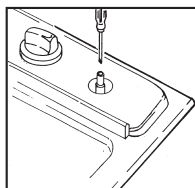

Fig. 4
4. Introduzca en el centro del vástago de la válvula la punta de un destornillador plano e inserte la punta del destornillador en el tornillo de regulación que está dentro del vástago de la válvula (Fig. 4). Gire el destornillador actuando sobre el tornillo en el sentido necesario hasta obtener una flama mínima adecuada.